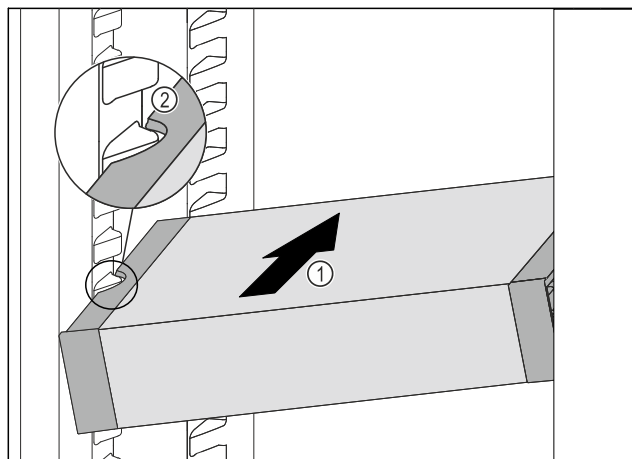

Fig. 84
- ▶ 将 VarioSafe 斜插入冷藏区中 Fig. 84 (1)，直至 VarioSafe 的侧部凹槽 Fig. 84 (2) 与冷藏区中的容器肋梁持平。